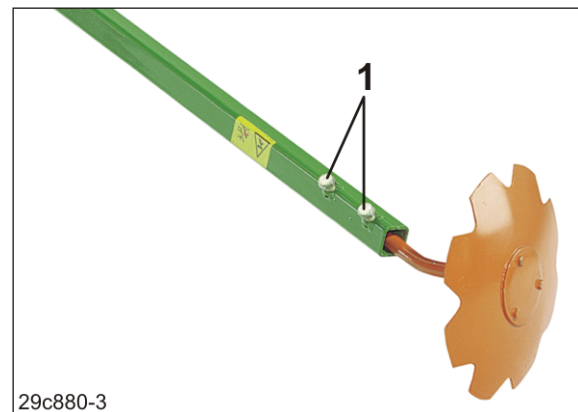

Fig. 89
6. Zwei Schrauben (Fig. 89/1) lösen.
9. Schrauben (Fig. 89/1) festziehen.